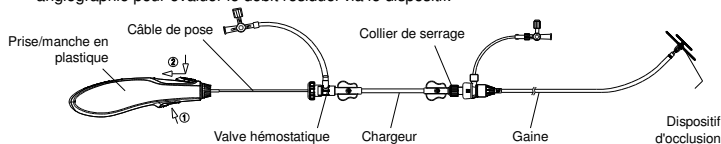

Figure 9. Illustration de la libération du dispositif d'occlusion
- Maintenir la gaine pour toucher l'embase du dispositif d'occlusion puis rétracter doucement le câble jusqu'à ce qu'il se sépare du dispositif d'occlusion. Finalement, retirer le câble de pose et la gaine du corps du patient (cf. Figure 9).